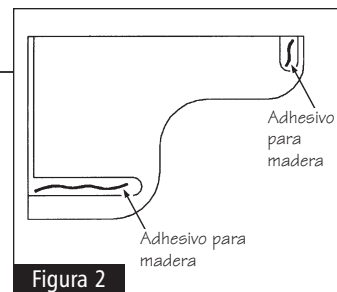
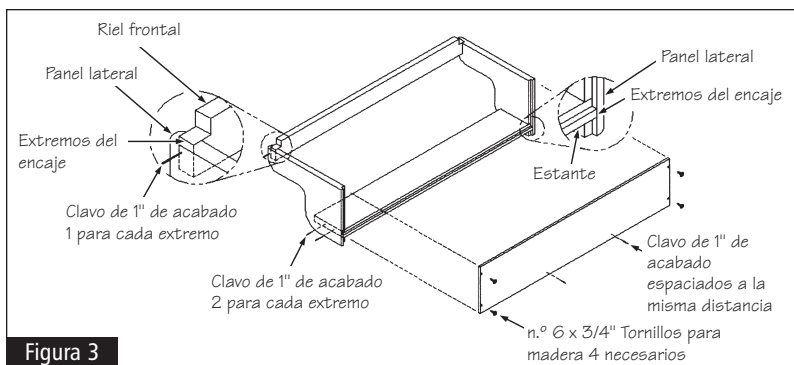

Figura 2
Figura 3
- 4** En el nuevo corte (con reborde) del extremo de la parte posterior, haga dos agujeros usando una broca de 5/32" para que los agujeros estén parejas a los del extremo opuesto (sin reborde). Vea la figura 2.
1 Aplique adhesivo para madera en la ranura larga del panel lateral (Vea figura 2) y coloque el estante en la ranura. Asegúrese de que la ranura de la parte posterior del estante encaja con la ranura del panel lateral. Asegure el estante con dos clavos de acabado de 1" (incluidos) pero teniendo cuidado en no dañar la superficie de la madera. Vea la figura 3. Limpie con un trapo cualquier exceso de adhesivo. Repita este procedimiento para el extremo opuesto.
2 Aplique el adhesivo en la ranura corta del panel lateral (vea la figura 2) y coloque el riel frontal en la ranura. Asegúrese de que la muesca del riel frontal encaja con la parte superior del panel lateral. Asegure el riel frontal con uno de los clavos de acabado de 1" (incluido), pero teniendo cuidado de no dañar la superficie de la madera. Vea figura 3. Limpie con un trapo cualquier exceso de adhesivo. Repita este procedimiento para el extremo opuesto.
4 Saque la parte posterior y aplique el adhesivo de madera a los paneles laterales y a las ranuras de los estantes que estarán en contacto con la parte posterior. Coloque la parte posterior en su lugar y asegúrela con dos tornillos para madera del n.º 6 x 3/4" en cada panel lateral. Con el clavo de acabado de 1" que le queda, dejando el mismo espacio, asegure la parte posterior al estante. Vea la figura 3. Limpie con un trapo cualquier exceso de adhesivo. Después de seguir las instrucciones para el tiempo recomendado de secado para el adhesivo utilizado, la unidad estará lista para ser instalada.